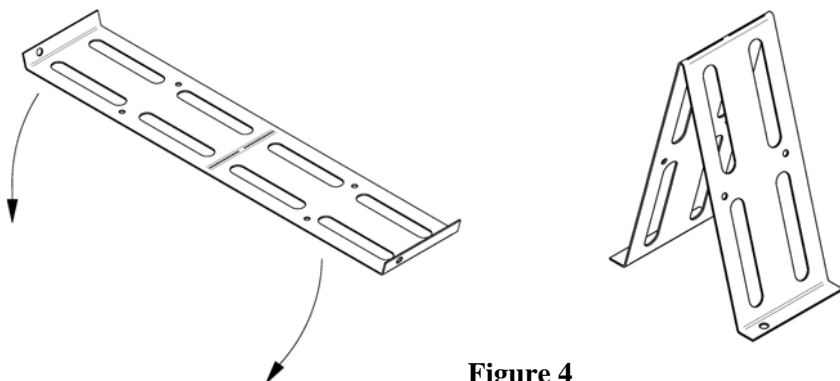

Figure 4
1. Pliez à la main les 2 cales d'espacements tels qu'illustré à la Figure 4.